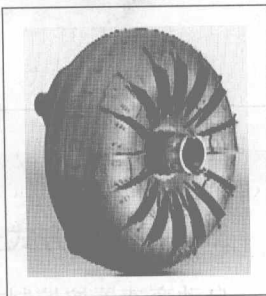

图 1-8 液力变矩器
(1) 液力变矩器 位于自动变速器的最前端，安装在发动机的飞轮上，其作用与采用手动变速器的汽车中的离合器相似。可在一定范围内实现减速增矩，如图 1-8 所示。